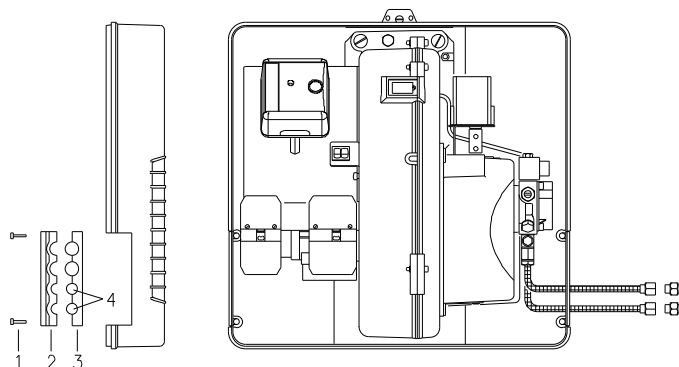

Fig. 16
- svitare le viti 1)(Fig. 16), aprire la piastrina nelle parti 2)-3) ed asportare il sottile diaframma che chiude i due fori 4).